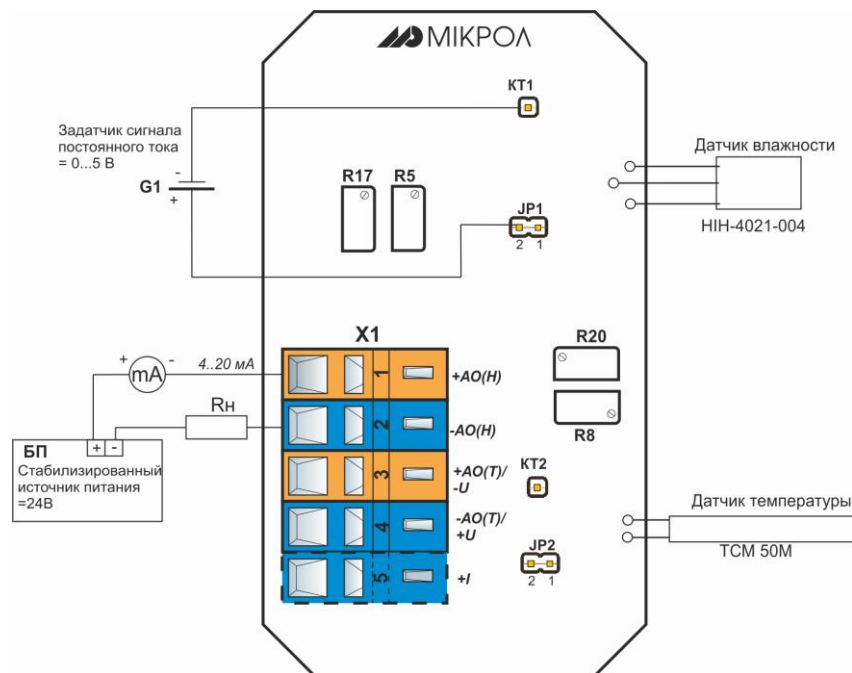

Рисунок 4.3 - Схема проверки работоспособного состояния для канала измерения влажности
Проведите проверку канала измерения влажности. Перемычку JP1, которая установлена по умолчанию, нужно снять и к контакту 2 подсоединить «плюсовой» провод источника питания постоянного тока. «Минусовой» провод источника питания нужно подсоединить к контакту KT1 (см. рис. 4.3.).
4.3.2 К клемме 1 разъема X1 необходимо последовательно присоединить миллиамперметр постоянного тока для измерения тока выходного сигнала блока (4..20 мА). Также в разрыв цепи выходного сигнала этого канала нужно подключить стабилизированный источник постоянного тока 24В, так как выходной сигнал сам по себе является пассивным. (см. рис. 4.3.).